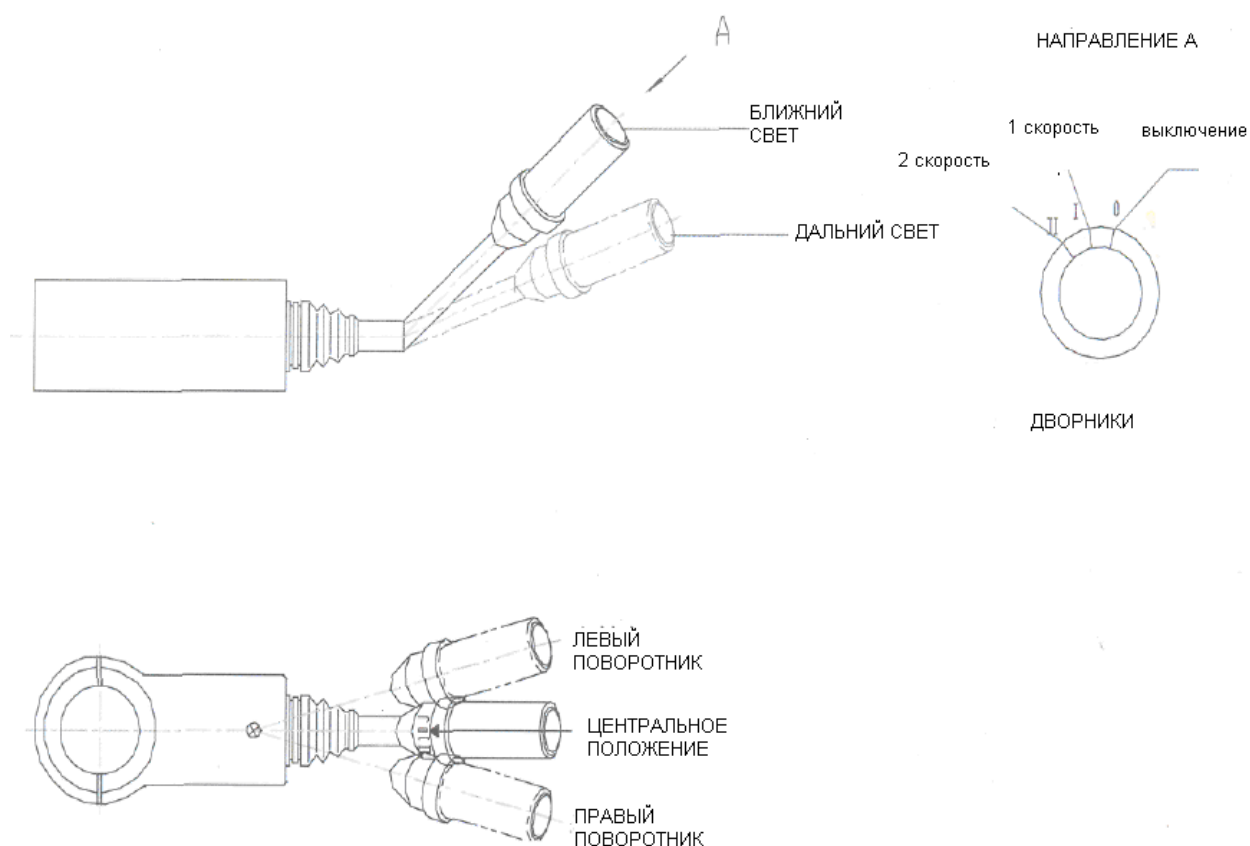

Рис. 7 Пакетный выключатель
- Пакетный выключатель (см. рис. 7)
8. Пакетный выключатель: см. рисунок 7.